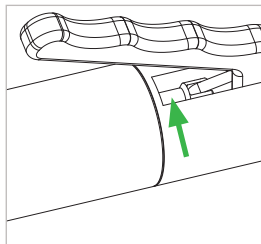

Figure 14
- ▶ Vaporisez brièvement une fois le lubrifiant avec le petit tube sur la broche d'actionnement (Pos. 3) (Figure 14).